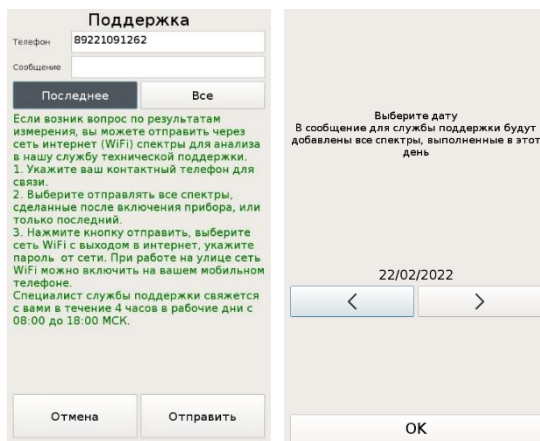

Рисунок 5 Окно обращения в службу технической поддержки
5.1.10. При возникновении вопроса в процессе измерений, можно отправить спектры измерений с текстовым пояснением через сеть интернет (Wi-Fi). Для этого нажмите кнопку со знаком вопроса, ознакомьтесь с порядком отправки данных, заполните поля ввода данных (Рисунок 5) и нажмите кнопку «Отправить». После успешной загрузки данных появится окно с надписью «Загрузка завершена».
5.1.11. При нажатии кнопки «Все» будет предложено выбрать дату. В службу технической поддержки будут отправлены все спектры измерений, выполненные в этот день (Рисунок 5).